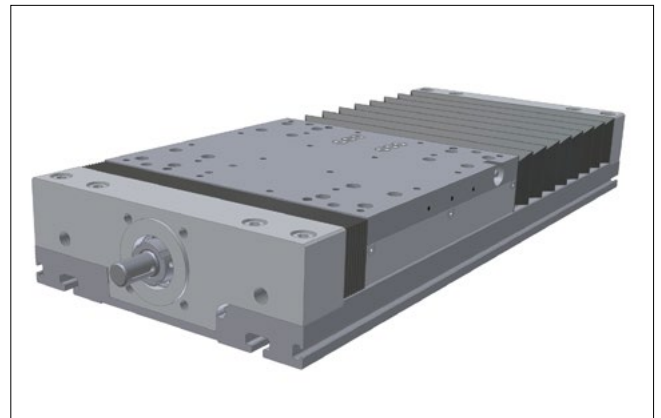

Bild 5.10 ____ AXLT mit Faltenbalg
- Optimaler Schutz der innenliegenden Führungs- und Antriebselemente durch den optionalen Einsatz von Faltenbälgen (Bild 5.10)